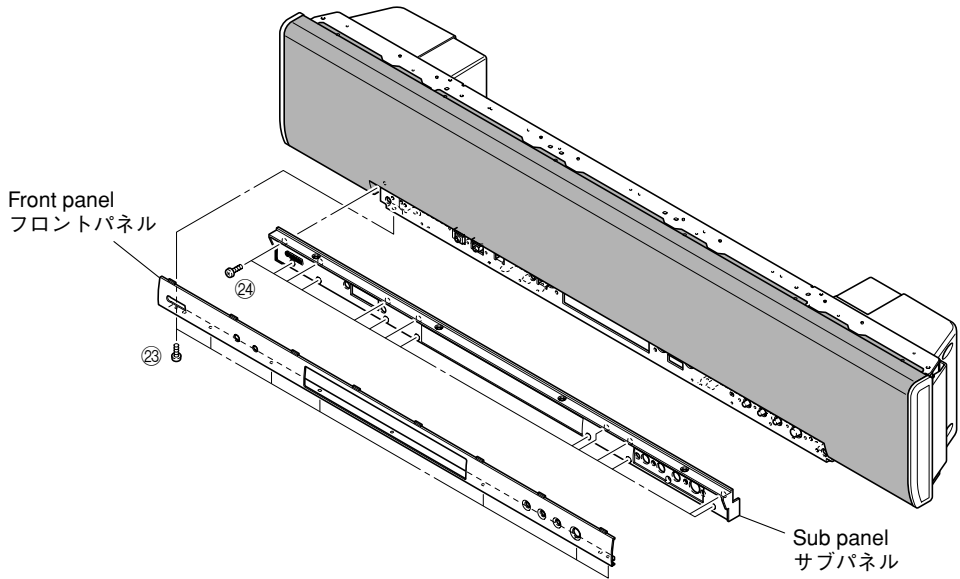

Fig. 11
11. Removal of POWER (3), (4), (6) and (7) P.C.B.s
- a. Remove 7 screws (23) and then remove the front panel. (Fig. 11)
- b. Remove 14 screws (24) and then remove the sub panel. (Fig. 11)
- a. 23のネジ7本を外し、フロントパネルを取り外します。(Fig. 11)
- b. 24のネジ14本を外し、サブパネルを取り外します。(Fig. 11)
- d. CB852を外します。(Fig. 11)